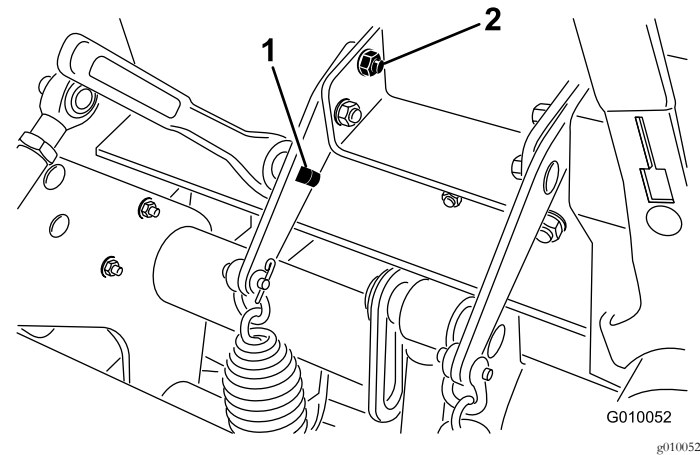

Figura 37
3. Introduzca una llave de carraca de 1/2 pulgada en el taladro cuadrado del soporte del muelle (Figura 37).